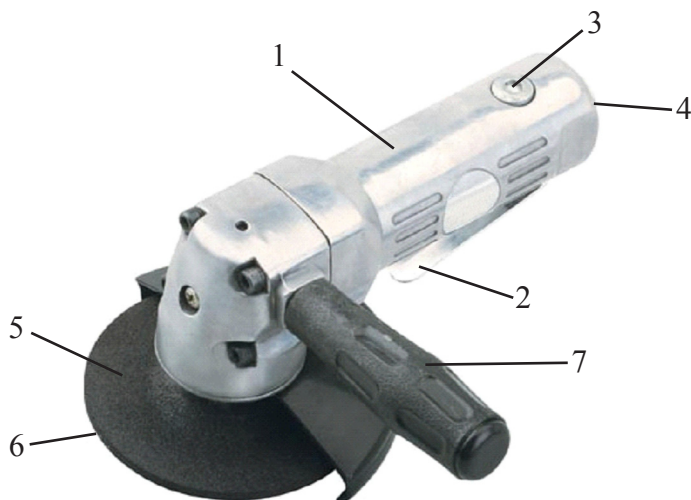

Рис. 1
6.2 С помощью регулятора (поз. 3. рис. 1) можно установить желаемую частоту вращения отрезного круга (путём контроля расходуемого воздуха):
6.4 Каждый раз перед использованием следует проверять затяжку болтов и гаек системы подачи воздуха. Проверяйте исправность регулятора подачи воздуха (поз 3. рис. 1). Перед техническим обслуживанием или ремонтом шливмашина должна быть отключена от сети подачи воздуха. Несоблюдение мер предосторожности может привести к травмам и тяжёлым последствиям.